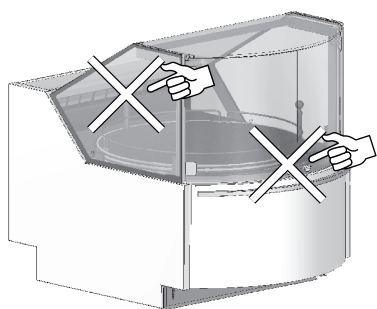

Fig. 21
- A mercadoria não obstrua o correto fluxo do ar refrigerado ("Fig. 21").